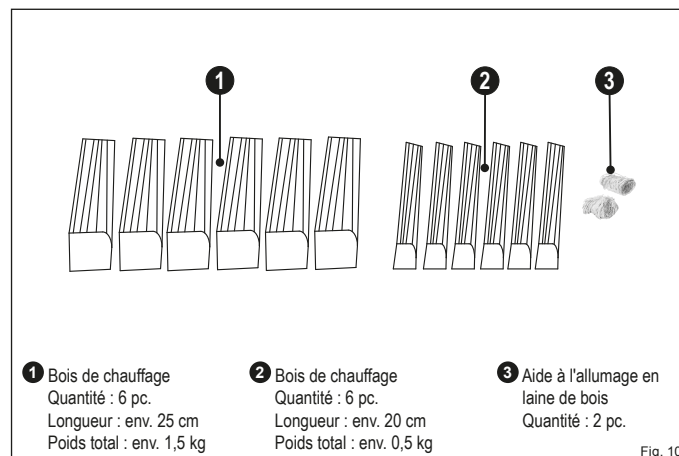

Fig. 10
- Placez les bûches au centre de la grille en fonte dans le foyer (Fig. 10) :